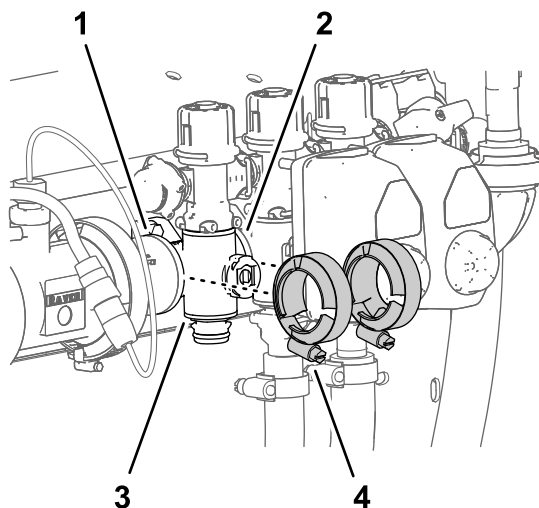

Figura 121
3. Retire las 2 bridas de fijación que sujetan el distribuidor de sección a las bridas de los componentes adyacentes (Figura 121).